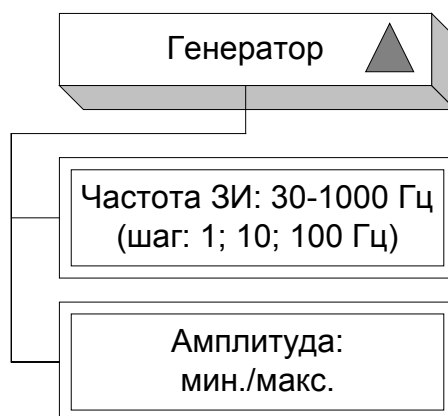

Рисунок 9 – Меню «Генератор»
6.3.1.1 Меню «Генератор» имеет следующую структуру (рисунок 9):